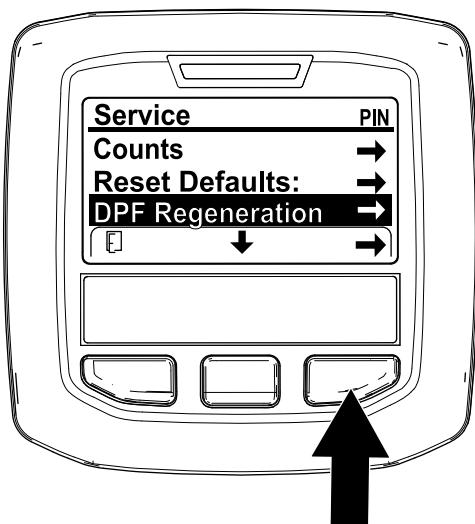

Bild 53
- Navigieren Sie auf das Menü „Service“ und drücken Sie die mittlere Taste, um auf die Option DPF REGENERATION zu navigieren (Bild 53).
- Drücken Sie die rechte Taste, um den Eintrag „DPF Regeneration“ auszuwählen (Bild 53).